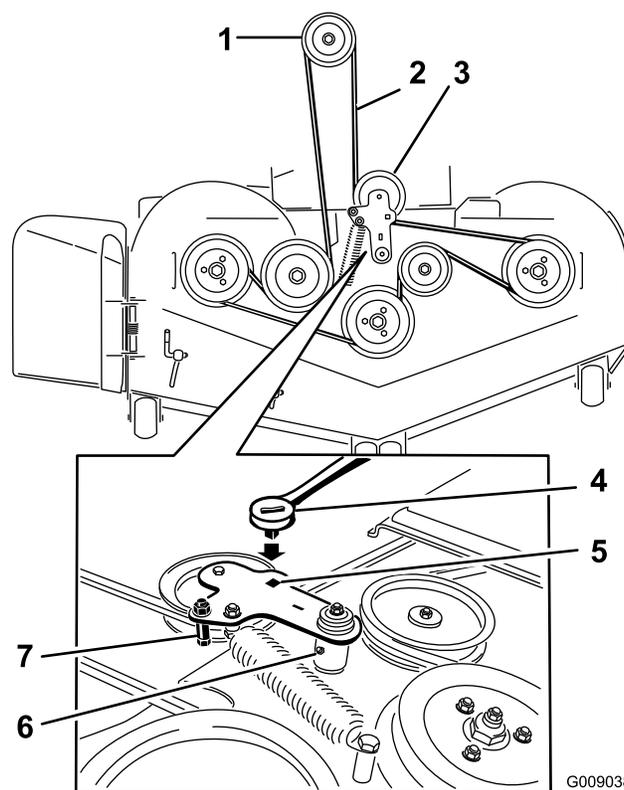

Figure 88
5. Insérez un rochet dans le trou carré du bras de la poulie de tension pour détendre le ressort de la poulie de tension (Figure 88).
7. Enlevez le guide-courroie situé sur le bras de la poulie de tension rappelé par ressort (Figure 88).
9. Acheminez la courroie neuve autour des poulies du tablier de coupe et de la poulie d'embrayage, sous le moteur (Figure 88).
10. Montez le guide-courroie sur le bras de la poulie de tension (Figure 88).
11. Insérez le rochet dans le trou carré et montez le ressort de la poulie de tension (Figure 88).